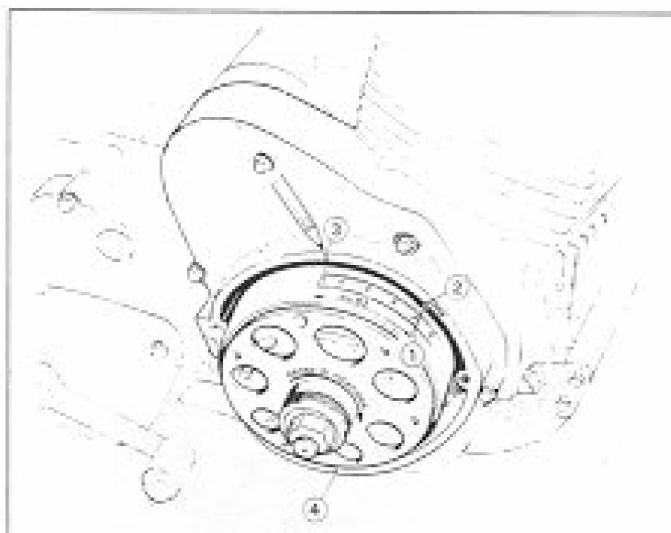

Fig. 132
Tolto il coperchio volano elettronico, fatto coincidere il segno di riferimento (1) della ruota polare con quello stampigliato sul carter (2) e corrispondente al P.M.S., appoggiare un metro sull'esterno della ruota polare e, misurando 42 mm nel modo mostrato in Fig. 132, fare un altro segno sul carter (3).
Remove the generator cover and align the reference mark scribed on the rotor (1) with TDC mark provided on the crankcase (2). Apply a suitable reference mark (3) 42 mm from TDC mark (measured as shown in Fig. 132).